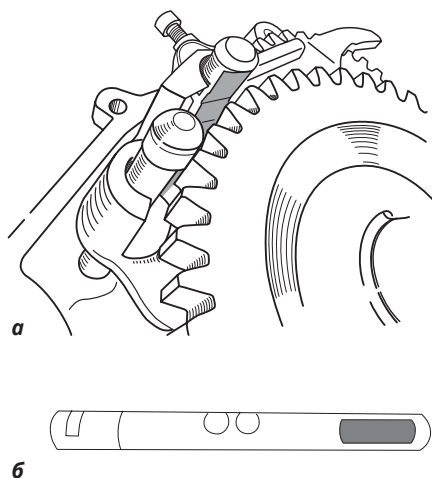

Рис. 8
5. Доработайте вилки включения переднего моста и прямой-пониженной передач (**Рис. 8, а**).
6. Доработайте шток вилки переднего моста (**Рис. 8, б, выделено серым**). Зазор между промвалом и штоком должен быть в районе 2-3 мм.